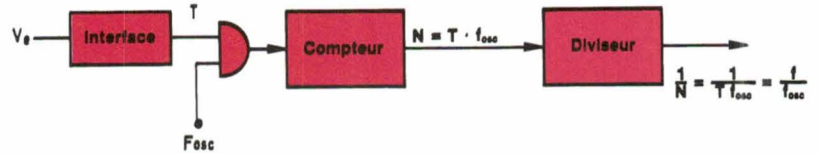

Fig. 1. - Principe du convertisseur.
Le principe utilisé est celui du compteur réciproque. Le signal à convertir (V_e) fournit un signal (T) qui ouvre une porte et permet le comptage de l'oscillateur auxiliaire (f_{osc}) pendant une période de V_e . Le résultat du comptage est un nombre $N = T \cdot f_{\text{osc}}$, qui est inversement proportionnel à la fréquence de V_e . Il est donc nécessaire de faire suivre ce comptage par un circuit diviseur permettant de réaliser l'inversion $N \rightarrow 1/N$ et donc d'accéder à une information proportionnelle à la fréquence de V_e (fig. 1).
– **Circuits mémoires :** Le montage de principe de la figure 1 présente un inconvénient majeur. Quand le comp-